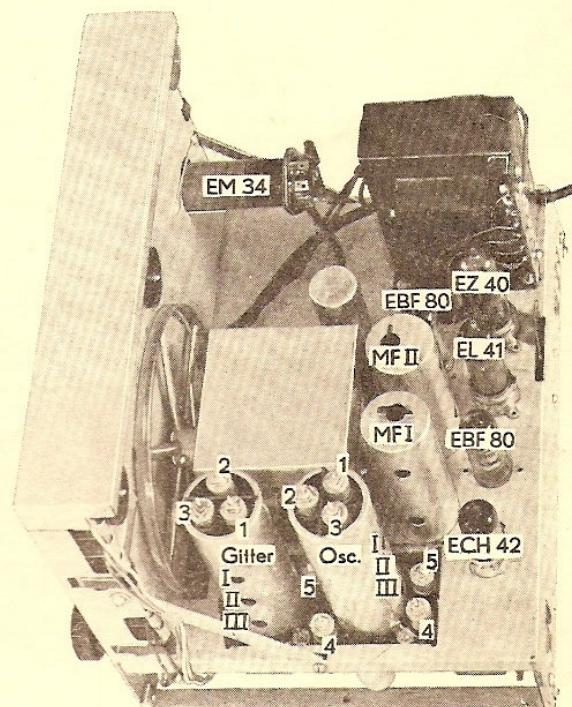

Fig. 1.
**Mellomfrekvensfilterne og dempekretsen.** Filterne MF I og MF II (se fig. 1) kan trimmes etter at apparatets bakvegg er fjernet. Dempekretsen sitter under sjassiet på spolesatsplaten (se fig. 2) og kan trimmes gjennom bunnlukken i kassen. Signalgeneratoren stilles inn på nøyaktig 470 kc/s (455 kc/s \*) med 30 % modulasjonsgrad og koples over en kondensator på ca. 50 000 pF til gitteret på blanderøret (ECH42). MF-filterne trimmes i selektivitetsstilling 1 eller 2, hvor kurven er skarpest, til maksimum utslag på instrumentet. I stilling 3 = 4 økes båndbredden noe, og stilling L gir spesielt bredt bånd. Under trimmingen bør samtidig kurvens symmetri kontrolleres i disse stillinger.
**Oscillator- og gitterkretser.** Disse er for bølgeområdene I-II og III plassert i bokser på oversiden av sjassiet (se fig. 1), mens områdene IV og V har kretsen plassert under spolesatsplaten (se fig. 2). Oscillatorkretsene for alle bølgeområder og gitterkretsene for områdene IV og V er tilgjengelige når sjassiet sitter i kassen. Gitterkretsene for områdene I-II og III kan derimot vanskelig nås uten at sjassiet tas ut.